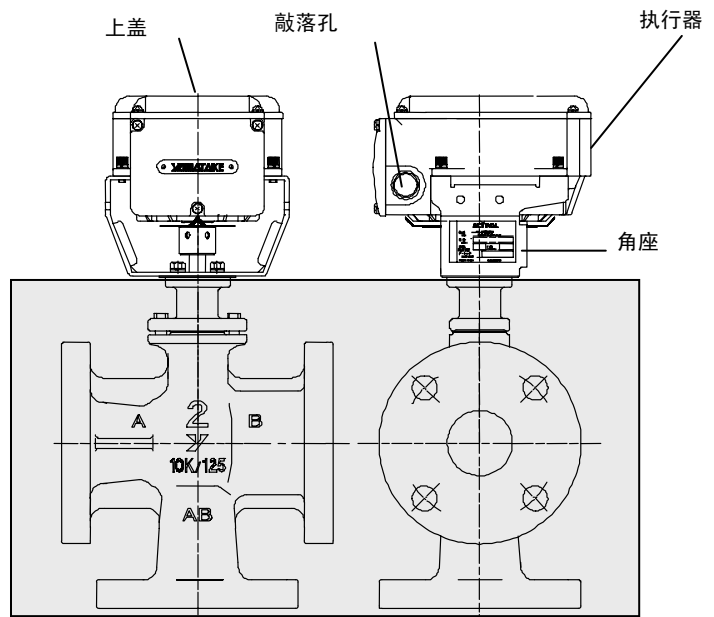

图3. 各部的名称
- 4) 进行保温施工时，请在图3所示的() 范围内进行处理。如果在阀座以上的部分缠绕保温材料，可能会使指针看不见、或使指针缠挂在保温材料上而导致其变形。